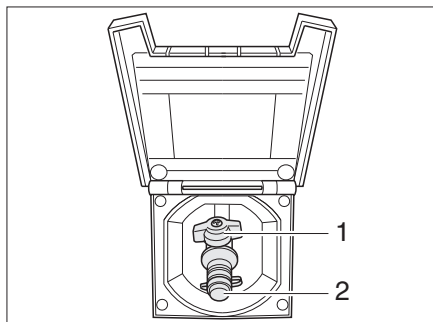

Fig. 244 Toma exterior de gas, válvula de paso de gas cerrada
La toma de gas externa (Fig. 244) se encuentra en el lado derecho del vehículo. En casos excepcionales, la toma de gas externa también se encuentra en el lado izquierdo del vehículo o en la parte trasera.
- Conectar el aparato de gas externo en el punto de conexión (Fig. 244,2).
- Abrir la válvula de paso de gas (Fig. 244,1).